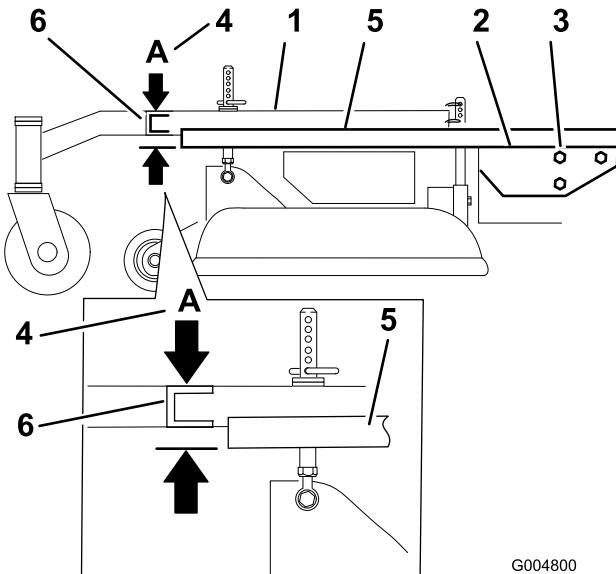

Figure 62
3. Placez une longue planche, ou autre objet similaire parfaitement droit en haut du plancher moteur, comme illustré à la Figure 62.
4. Au niveau du tube transversal du bâti porteur, mesurez la hauteur au point A (Figure 62). Elle doit être égale à 33 mm (1-5/16") ± 6 mm (1/4").
6. Desserrez les boulons de montage du bâti porteur de chaque côté de la machine (Figure 62).
- Alignez le bâti porteur et le plancher moteur à la même hauteur qu'au point **A**, c.-à-d. 33 mm (1-5/16") \pm 6 mm (1/4") (Figure 62).